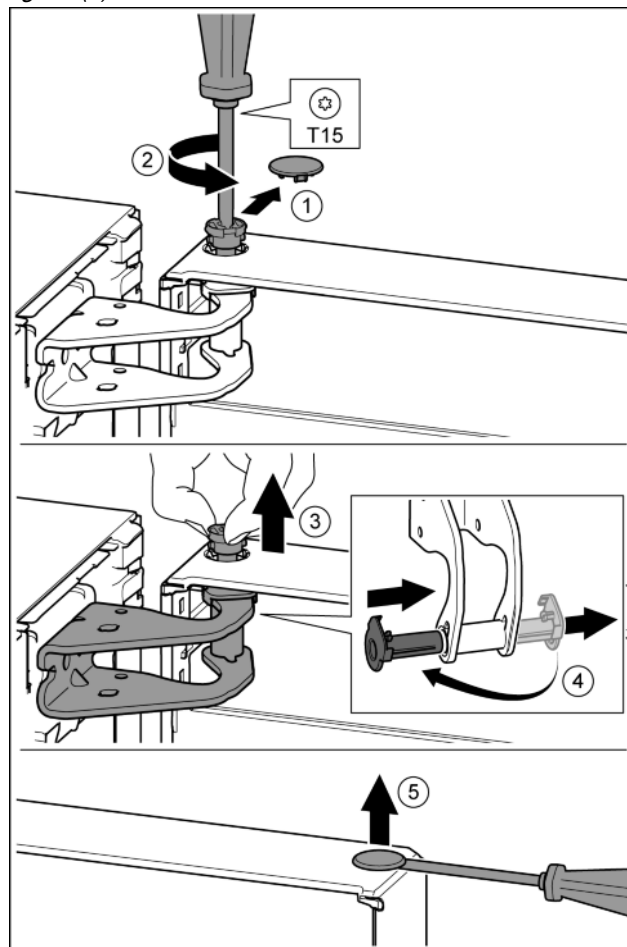

Fig. 11
- ▶ Opatrne vyťahnite poistný kryt. *Fig. 11 (1)*
- ▶ Skrutkovačom T15 trochu vyskrutkujte čap. *Fig. 11 (2)*
- ▶ Pevne držte dvere a čap vyťahnite prstami. *Fig. 11 (3)*
- ▶ Puzdro ložiska vyťahnite z vedenia. Nasadte z druhej strany a zaklapnite. *Fig. 11 (4)*
- ▶ Plochým skrutkovačom opatrne nadvihnite a vyberte zátku z puzdra ložiska dverí. *Fig. 11 (5)*